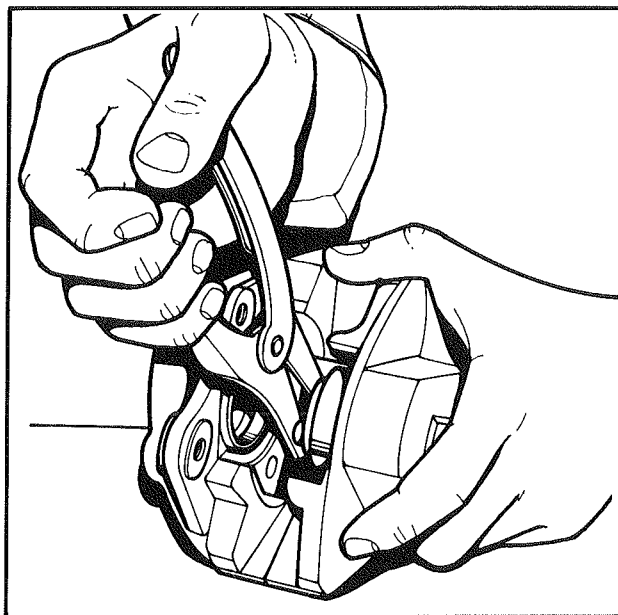

Fig. 5
- Si nécessaire, terminer l'extraction des pistons à l'aide de la pince réf. PD 20839 T (Fig. 5).